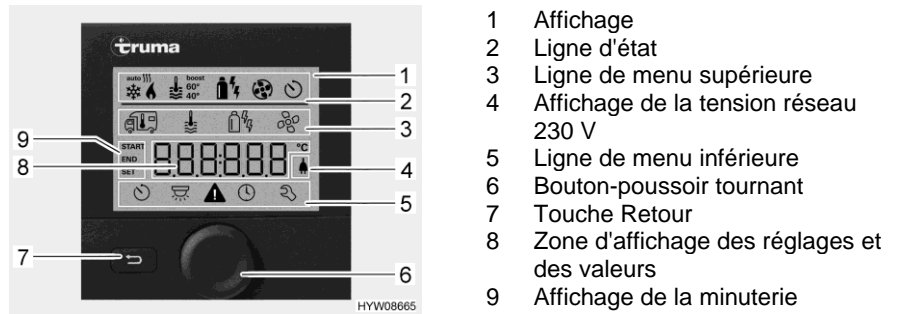
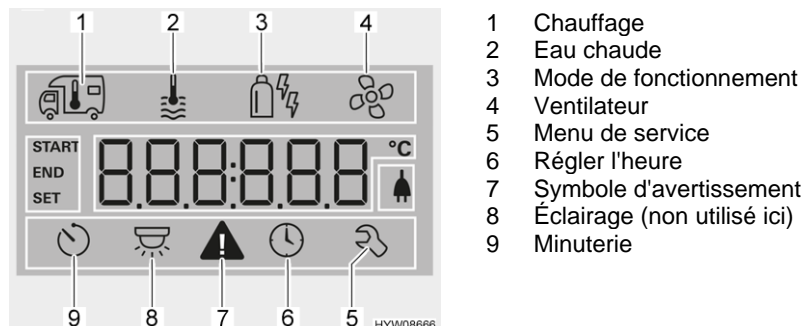

Fig. 110 Unité de commande avec affichages
Fig. 111 Écran (unité de commande)
- Ligne d'état (Fig. 110,2)
- Ligne de menu supérieure (Fig. 110,3)
- Zone d'affichage (Fig. 110,8)
- Ligne de menu inférieure (Fig. 110,5)
- Appuyer sur le bouton-poussoir tournant (Fig. 110,6) pendant env. 3 secondes. Les deux lignes de menu (Fig. 110,3 et Fig. 110,5) sont affichées. Le premier symbole clignote.
- Tourner le bouton-poussoir tournant (Fig. 110,6) jusqu'à ce que le symbole de menu désiré clignote.
- Appuyer sur le bouton-poussoir tournant pour enregistrer la valeur réglée. Si la valeur réglée à l'origine ne doit pas être modifiée : Appuyer sur la touche Retour (Fig. 110,7).
- Tourner le bouton-poussoir tournant (Fig. 110,6) jusqu'à ce que le symbole de menu du chauffage (Fig. 111,1) clignote.
- Appuyer sur le bouton-poussoir tournant pour enregistrer la valeur réglée. Le symbole clignote dans la ligne d'état (Fig. 110,2) jusqu'à ce que la température ambiante réglée soit atteinte. Si la valeur réglée à l'origine ne doit pas être modifiée : Appuyer sur la touche Retour (Fig. 110,7).
- Tourner le bouton-poussoir tournant (Fig. 110,6) jusqu'à ce que le symbole de menu de l'eau chaude (Fig. 111,2) clignote.
- Appuyer sur le bouton-poussoir tournant pour enregistrer la valeur réglée. Le symbole clignote dans la ligne d'état (Fig. 110,2) jusqu'à ce que la température d'eau chaude réglée soit atteinte. Si la valeur réglée à l'origine ne doit pas être modifiée : Appuyer sur la touche Retour (Fig. 110,7).
- Tourner le bouton-poussoir tournant (Fig. 110,6) jusqu'à ce que le symbole de menu de mode de fonctionnement (Fig. 111,3) clignote.
- Appuyer sur le bouton-poussoir tournant pour enregistrer le mode de fonctionnement réglé. Si le réglage d'origine ne doit pas être modifié : Appuyer sur la touche Retour (Fig. 110,7).
- Tourner le bouton-poussoir tournant (Fig. 110,6) jusqu'à ce que le symbole de menu du ventilateur (Fig. 111,4) clignote.
- Tourner le bouton-poussoir tournant (Fig. 110,6) jusqu'à ce que le symbole de menu de la minuterie (Fig. 111,9) clignote.
- Appuyer sur le bouton-poussoir tournant. La minuterie est activée. Le symbole de la minuterie (Fig. 111,9) clignote quand cette dernière est programmée et active.
En cas d'avertissement, le symbole correspondant (Fig. 111,7) clignote. Le chauffage continue de fonctionner. Le symbole d'avertissement s'éteint de lui-même quand il ne s'agit que d'un dérangement passager.